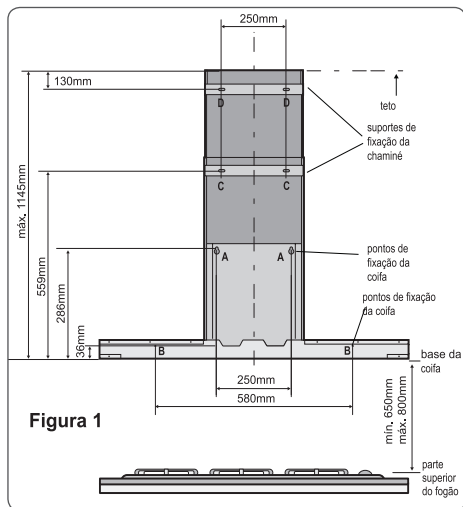
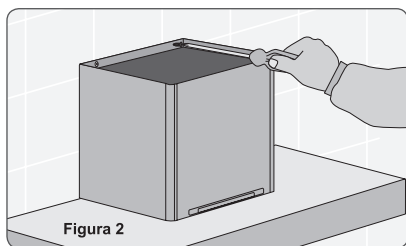
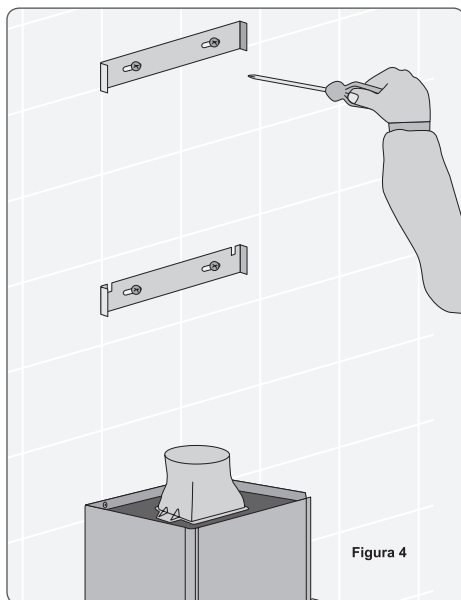

Figura 1
Figura 2
Figura 4
- 2 Faça os 2 furos de Ø6mm (A na figura 1) de fixação da Coifa e coloque as buchas.
- 3 Fixe a parte superior do corpo da Coifa com 2 parafusos (na figura 2). Retire o filtro de alumínio e coloque os 2 parafusos que fixam a parte interna da Coifa (B na figura 1).
- 5 Usando ainda a marcação do centro do fogão, faça os 4 furos para a fixação dos suportes da chaminé (B e C na figura 1). Coloque as buchas e fixe os suportes das chaminés com os parafusos (figura 4).